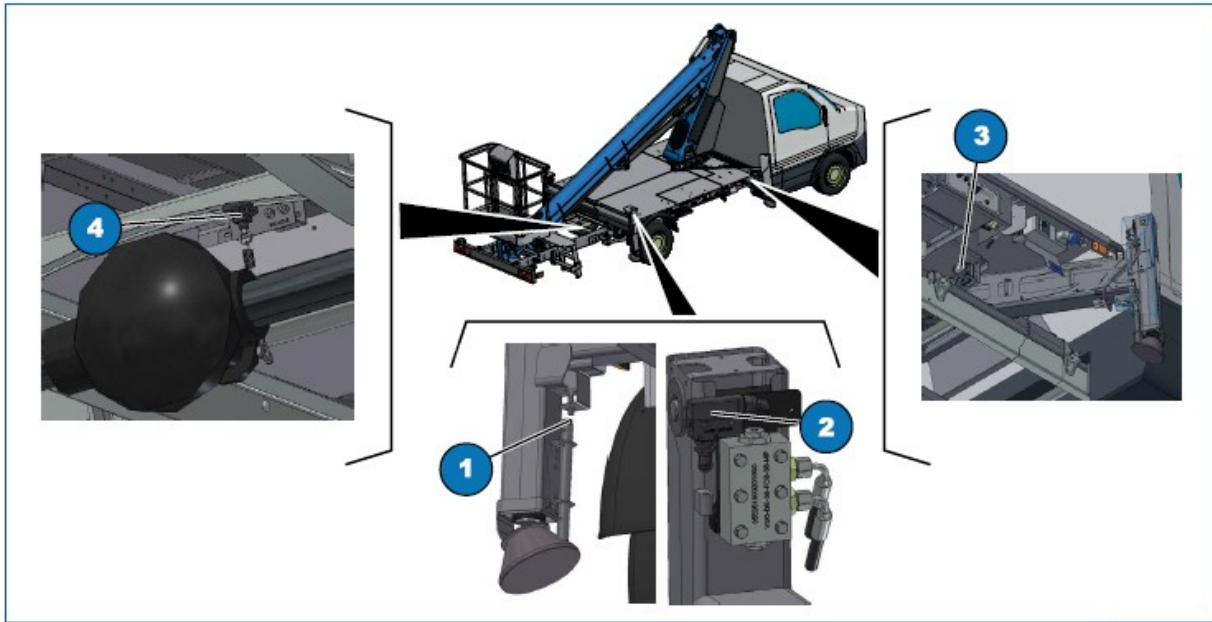

Fig. 5.10
Dispozitivul de comandă pentru stabilizare este format dintr-un senzor magnetic (Fig. 5.10, 1) și un micro întrerupător (Fig. 5.10, 2) pe fiecare stabilizator, un senzor de extindere (Fig. 5.10, 3) amplasat pe partea laterală a consolelor stabilizatorului frontal și un senzor (Fig. 5.10, 4) aflat între arcurile posterioare ale vehiculului.
Senzorul magnetic (Fig. 5.10, 1) indică închiderea completă a plăcii pentru a circula pe drumurile publice. Micro întrerupătorul (Fig. 5.10, 2) verifică dacă se sprijină pe sol. Senzorul de extindere (Fig. 5.10, 3) verifică extinderea consolei stabilizatorului din față și micro întrerupătorul (Fig. 5.10, 4) indică stabilizarea minimă.
- 1) Când stabilizatoarele sunt extinse corect, luminile „STAB OK” (a se vedea Fig. 4.4, 1 sau Fig. 4.5, 4) sunt aprinse, indicând că micro întrerupătoarele funcționează corect (Fig. 5.10, 2) și senzorul (Fig. 5.10, 4);
- 2) retrageți toate stabilizatoarele și verificați ca LED-ul verde din cabină (Fig. 4.2, 4) să fie aprins, indicând că senzorul magnetic funcționează corect (Fig. 5.10, 1).